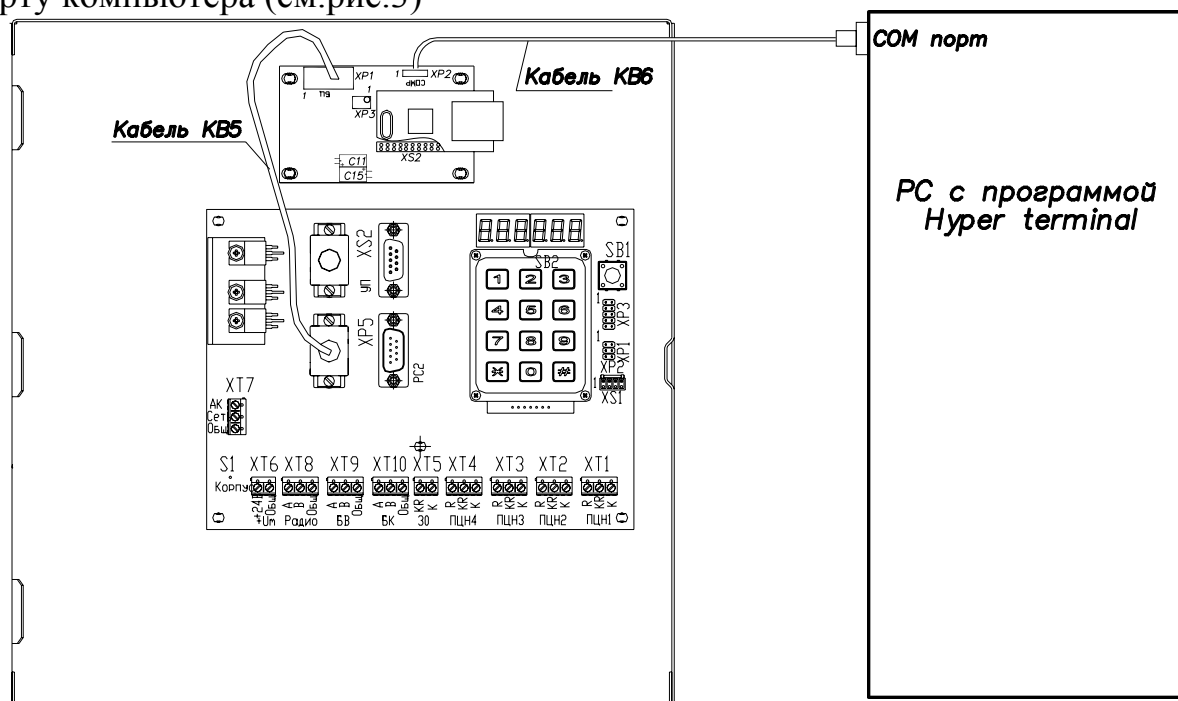

Рис.3 Схема подключения контроллера для его конфигурирования.
- Второй конец кабеля (9-ти контактный разъем подключить к COM-порту компьютера (см.рис.3)